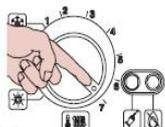

Figure 7.4
- Tournez le sélecteur 3 comme la Figure 7.4.